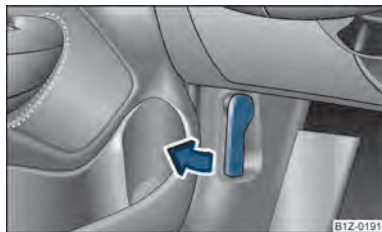

Fig. 148 Levier de déverrouillage du capot
- Tirez sur la manette de déverrouillage sous le tableau de bord côté conducteur → fig. 148.
- Déverrouillez le capot-moteur → fig. 148.